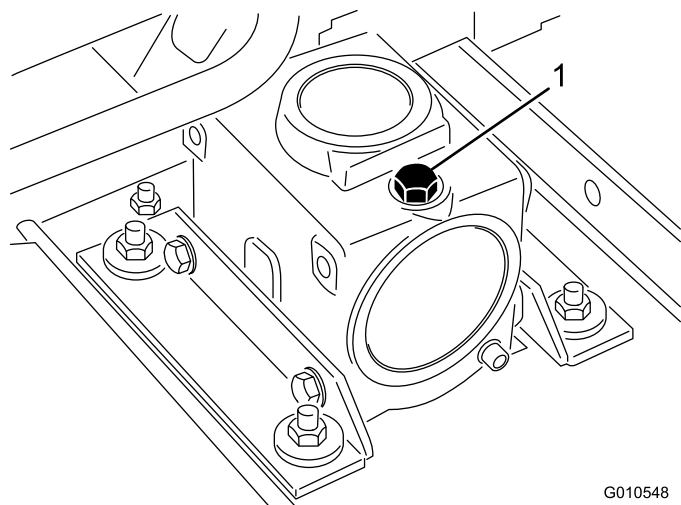

Figure 6
2. Retirez la jauge/le bouchon de remplissage du haut du réducteur (Figure 6) et vérifiez que le niveau de lubrifiant se situe entre les repères de la jauge. Si le niveau de lubrifiant est bas, ajoutez suffisamment de lubrifiant pour faire monter le niveau entre les repères.